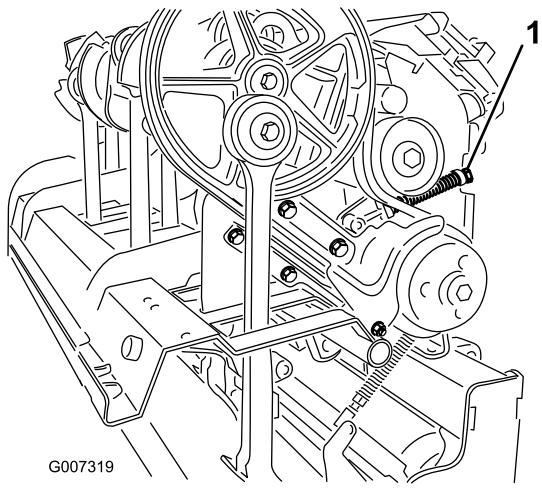

図 37
4. スプリングリテーナ 図 37 を固定しているロックナットをゆるめてリテーナを回してアイドラスプリングの押圧力をなくす。